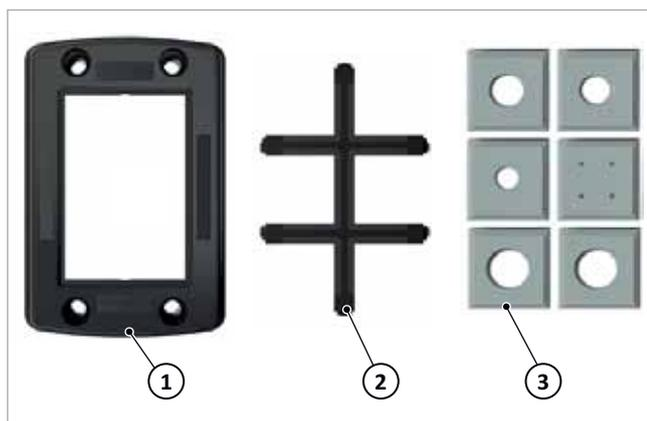

Fig. 69: Sistema di passaggio condotta con la tubazione del gasolio
3. Guidare e collegare le tubazioni del gasolio dal bruciatore al filtro attraverso la feritoia (1) della piastra di base. Se necessario rimuovere l'inlay (vedere → fig. 69, pag. 29.) e poi reinserirlo.